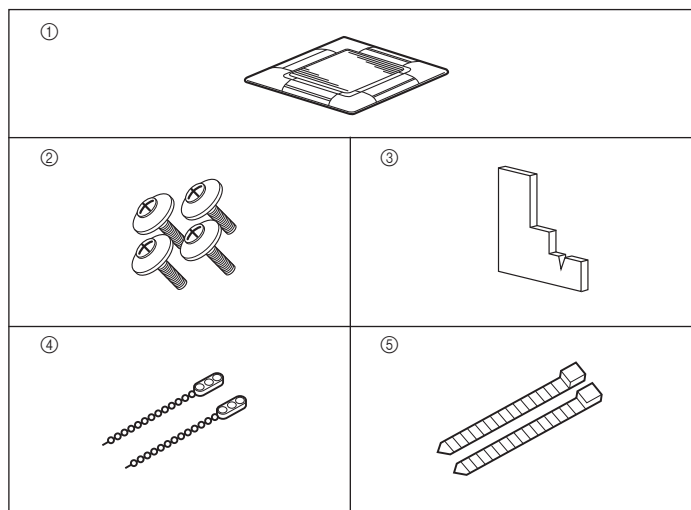

Fig. 8-1
8.1. De roosteraccessoires controleren (Fig. 8-1)